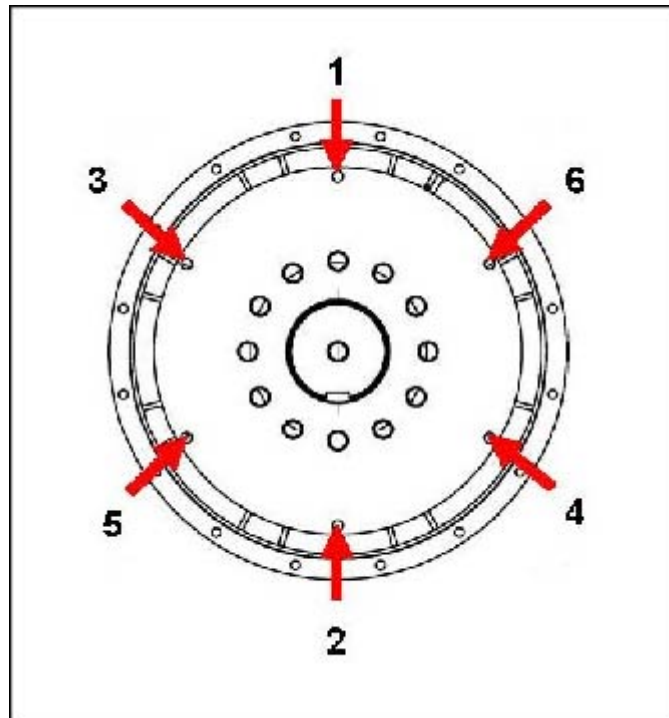

FIGURE 21. SÉQUENCE DE FIXATION À LA ROUE VOLANTE
10. Serrer les vis pour fixer le disque d'accouplement au volant dans l'ordre indiqué sous Figure 21 à la page 41